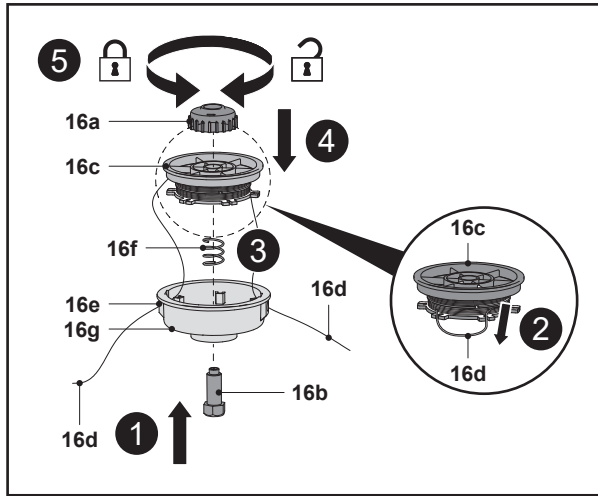

Fig. 28
8. Insérer le boulon de verrouillage (16b) par le dessous à travers le trou du carter (16g) et le ressort (16f) et les maintenir ainsi (Fig. 28, étape 1).
10. Dégager le fil de coupe (16d) des encoches et le maintenir dans cette position. Éviter de séparer le fil de coupe (16d) de la bobine de coupe-bordures (16c) (Fig. 28, étape 2).
11. Faire passer l'extrémité du fil de coupe à travers l'œillet (16e) du carter (16g) (Fig. 28, étape 3).
13. Insérer la bobine de coupe-bordures (16c) dans le carter (16g) (Fig. 28, étape 4).
15. Appuyer la bobine de coupe-bordures (16c) contre le ressort (16f) et fixer manuellement le système de déroulement automatique (16a) sur la tête de coupe-bordures (16) (Fig. 28, étape 5).